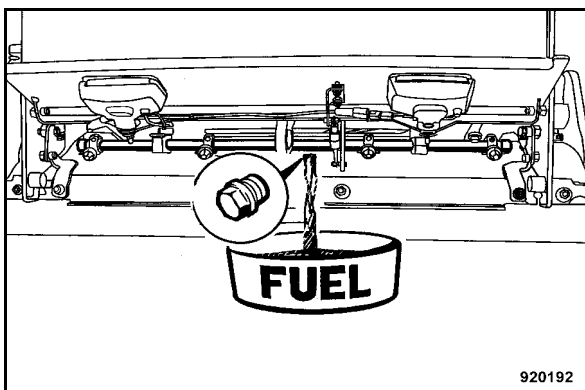

Fig. 159
- Dévisser le bouchon (Fig. 159) sous le réservoir du carburant et laisser écouler le carburant.